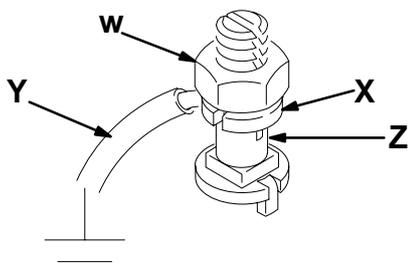

Fig. 2
1. *Pompe*: brancher un fil et une pince de terre sur une véritable terre comme indiqué à la Fig. 2.
- a. Desserrer l'écrou (W) et la rondelle (X) de la cosse de terre.
- b. Introduire l'extrémité d'un fil de terre (Y) de 1,5 mm² minimum dans la fente de la cosse (Z) et serrer à fond l'écrou de fixation.